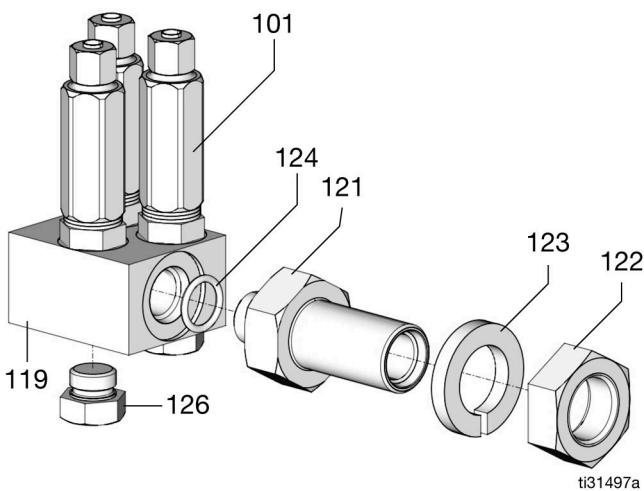
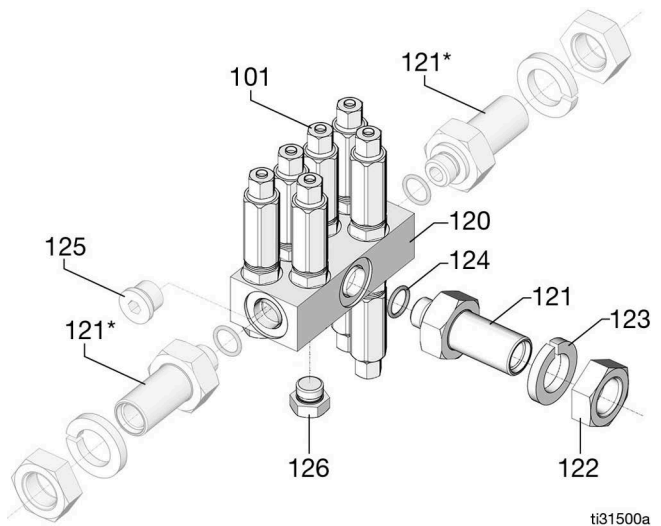
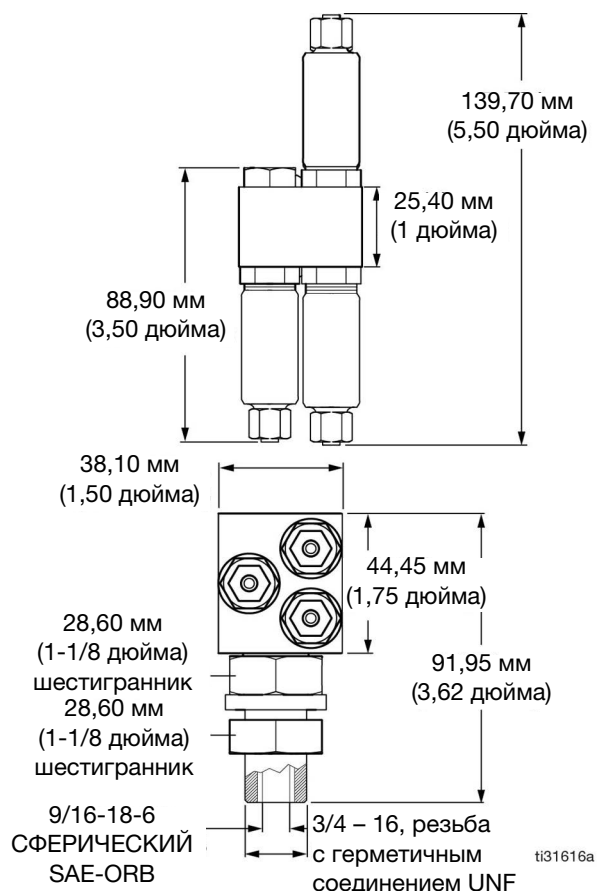

Рис. 39
Рис. 40
Рис. 41
- Коллектор на 6 отверстий используется в смазочных системах на 6 или менее точек смазки (Рис. 39 и Рис. 41).
- Коллектор с 12 отверстиями используется в смазочных системах для 7 – 12 точек смазки (Рис. 39 и Рис. 40).
\*На Рис. 40 стержень коллектора (121) показан вставленным в нижнее отверстие. Он также может устанавливаться в боковые отверстия.
1. Вставьте стержень коллектора (121) и уплотнительное кольцо (124) во впускное отверстие коллектора инжекторов (119 или 120) (Рис. 39 и Рис. 40, стр. 54).
**ПРИМЕЧАНИЕ:** В качестве впускного отверстия коллектора на 12 отверстий (120) можно выбрать боковое или верхнее впускное отверстие.
2. Чтобы закрыть все неиспользуемые отверстия в коллекторе инжекторов, используйте заглушки (126) (Рис. 39 и Рис. 40, стр. 54). Убедитесь в том, что на заглушку установлено уплотнительное кольцо. Эти заглушки можно удалить и заменить соответствующими инжекторами и смазочными линиями для создания дополнительных точек смазки.